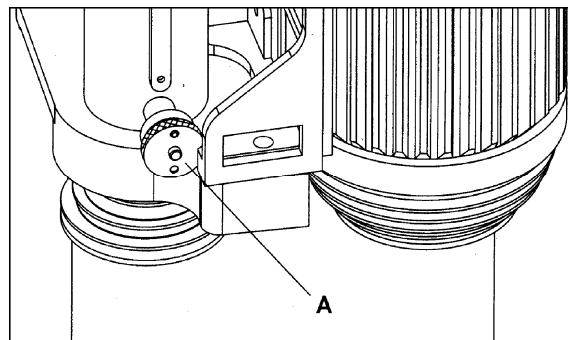

Рисунок 21
2. Вытяните часть ручки фиксатора с насечками (А, рис. 21) и поверните ее на 180 градусов, пока противоположное отверстие в ручке с насечками не войдет в зацепление со штифтом. Теперь шпиндель заблокирован.